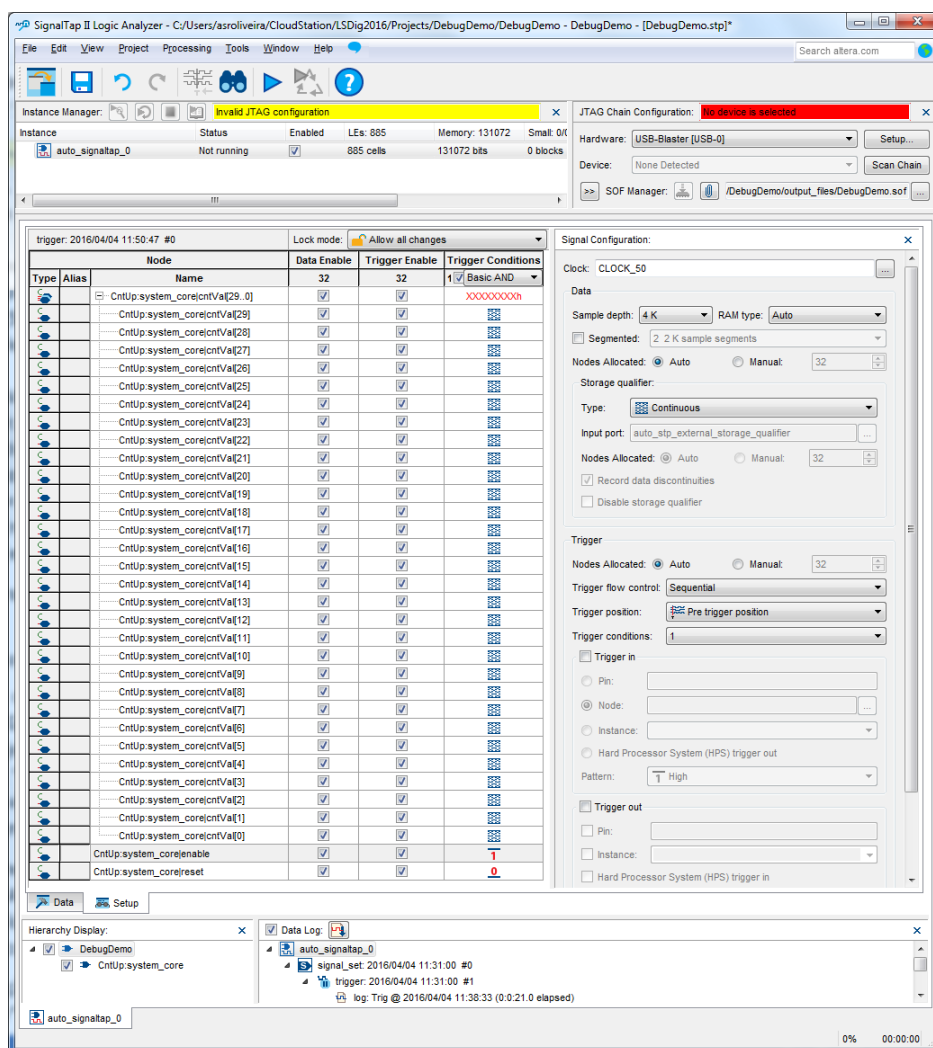

Figura 23 – Aspeto da aplicação “SignalTap II Logic Analyser” com os parâmetros configurados.
5. Após premir *Insert* e fechar a janela de “Node Finder” deverá configurar na janela principal os seguintes parâmetros (Figura 23):
8. Especifique o ficheiro SOF a usar para configurar a FPGA (“*output_files/DebugDemo.sof*”) e programe a FPGA (botão  no canto superior direito da Figura 23). O ficheiro SOF inclui quer a configuração da lógica do sistema desenvolvido, quer a configuração da lógica correspondente às componentes de hardware do analisador lógico.